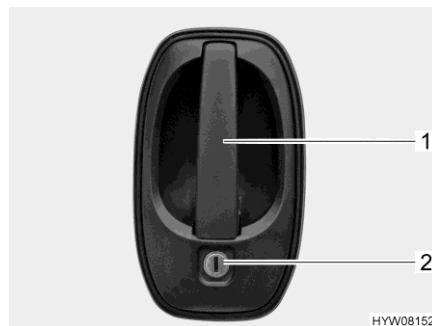

Fig. 33 Serrure de porte (porte chauffeur / porte cellule, extérieur)
- Insérer la clé dans le barillet (Fig. 33,2) et la tourner jusqu'à ce que la serrure de la porte soit déverrouillée.
- Tirer sur la poignée de la porte (Fig. 33,1). La porte est ouverte.
- Insérer la clé dans le barillet (Fig. 33,2) et la tourner jusqu'à ce que la serrure de la porte soit verrouillée.